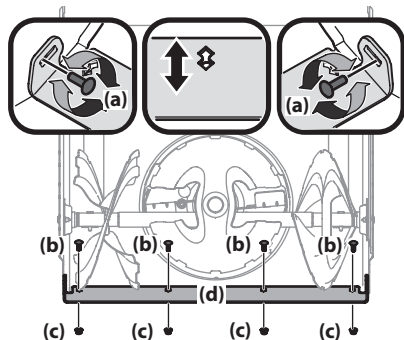

Figura 2-56
3. Afloje los pernos posteriores de las zapatas antideslizantes (a) a ambos lados de la caja del equipo y extraiga los pernos de carro (b) y las tuercas hexagonales (c) que sujetan la placa de raspado (d) a la caja de la barrena. Vea la Figura 2-56.
4. Regule la placa de raspada en una de las 2 posiciones de montaje. Vuelva a instalar y apriete bien los pernos de carro (a) y tuercas hexagonales (c). Consulte la Figura 2-56.